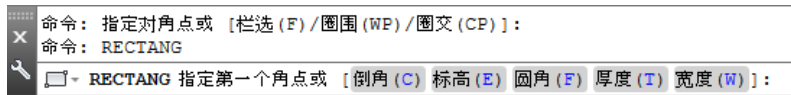

图 2.2.2 命令行提示
- (1) 单击 **默认** 选项卡下“绘图”面板中的“矩形”命令按钮 .
- (2) 在命令行中输入命令 RECTANG 后按 Enter 键。
Step2. 指定矩形的第一角点。在图 2.2.2 所示的命令行提示信息下，将鼠标光标移至绘图区中的某一点——点 A 处，并单击以指定矩形的第一个角点，此时移动鼠标，就会有一个临时矩形从该点延伸到光标所在处，并且矩形的大小随光标的移动而不断变化。
注意：图 2.2.2 中的 **标高(E)** 和 **厚度(T)** 两个选项将在后面的第 13 章中说明。
Step2. 在图 2.2.2 所示的命令行提示下，指定第一个角点——点 A。
Step3. 在命令行指定另一个角点或 [面积 (A)/尺寸 (D)/旋转 (R)]: 的提示下，输入字母 D（即选择尺寸 (D) 选项）后，按 Enter 键。
Step6. 在命令行指定另一个角点或 [面积 (A)/尺寸 (D)/旋转 (R)]: 的提示下，在屏幕上相应的位置单击以确定矩形另一个角点，完成矩形的绘制。
Step1. 选择下拉菜单 **绘图 (D)** → **矩形 (G)** 命令。
Step3. 在命令行指定另一个角点或 [面积 (A)/尺寸 (D)/旋转 (R)]: 的提示下，输入字母 A（即选择面积 (A) 选项）后，按 Enter 键。
Step5. 在命令行计算矩形标注时依据 [长度 (L)/宽度 (W)] <长度>: 的提示下，输入字母 L（即选择长度 (L) 选项）后，按 Enter 键。
Step3. 在命令行指定另一个角点或 [面积 (A)/尺寸 (D)/旋转 (R)]: 的提示下，输入字母 R（即选择旋转 (R) 选项）后，按 Enter 键。
Step4. 在命令行指定旋转角度或 [拾取点 (P)]: 的提示下，输入旋转角度值 340，并按 Enter 键。
Step5. 在命令行指定另一个角点或 [面积 (A)/尺寸 (D)/旋转 (R)]: 的提示下，指定第二个角点——点 B。
Step2. 在图 2.2.2 所示的命令行提示下，输入字母 C 后，按 Enter 键。
Step2. 在图 2.2.2 所示的命令行提示下, 输入字母 F (即选择 **圆角(F)** 选项) 后, 按 Enter 键。
Step2. 在图 2.2.2 所示的命令行提示下, 输入字母 W 后, 按 Enter 键 (即选择 **宽度(W)** 选项)。